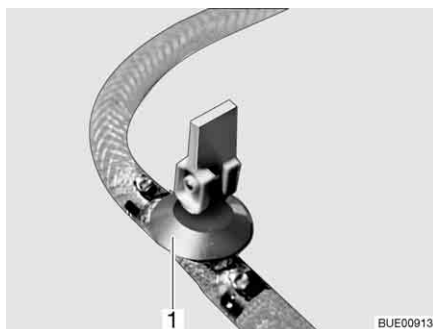

Fig. 142 Llave de desagüe
- Cerrar la(s) llave(s) de desagüe. Colocar para ello el balancín (Fig. 142,1) en posición horizontal.
- Abrir la(s) llave(s) de desagüe (Fig. 142). Colocar para ello el balancín (Fig. 142,1) en posición vertical. La caldera se vacía hacia fuera.